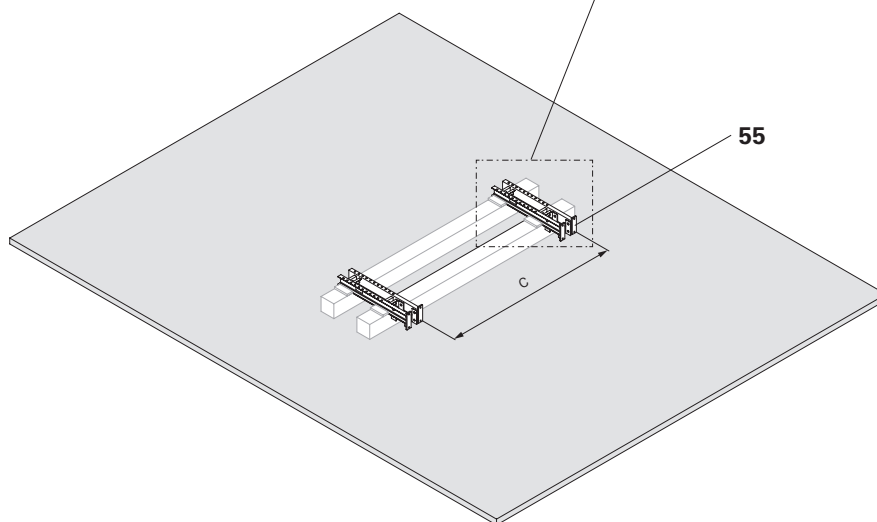

Fig. B10.01
1. Appoggiare la trave piattaforma finale 1365 ACS-G (**55**) sui travetti squadrati mantenendo la distanza mensole richiesta. (Fig. B10.01 + B10.01a)